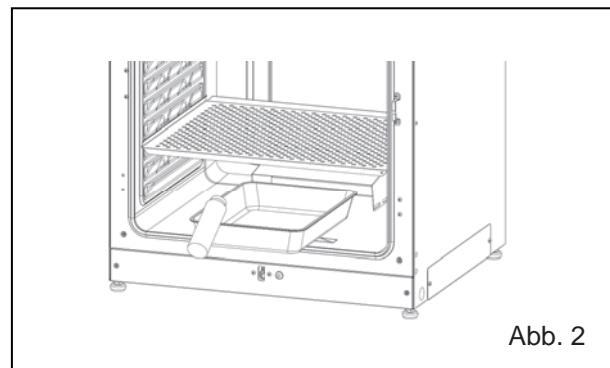

Abb. 2
4. Setzen Sie die Befeuchtungswanne wieder in den Innenraum und füllen Sie sie mit steriles destilliertem Wasser (ca. 1,5 l, vorgewärmt auf 37 °C) (Abb. 2).